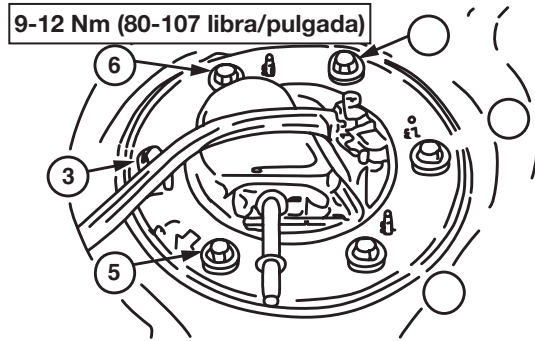

FIGURA 2
M) Instale la brida de la unidad de tanque en el tanque de combustible con el tubo de salida de combustible en la misma dirección que cuando fue removido. Apriete a mano todos los pernos, luego apriételos usando la secuencia que se muestra en la Figura 2.